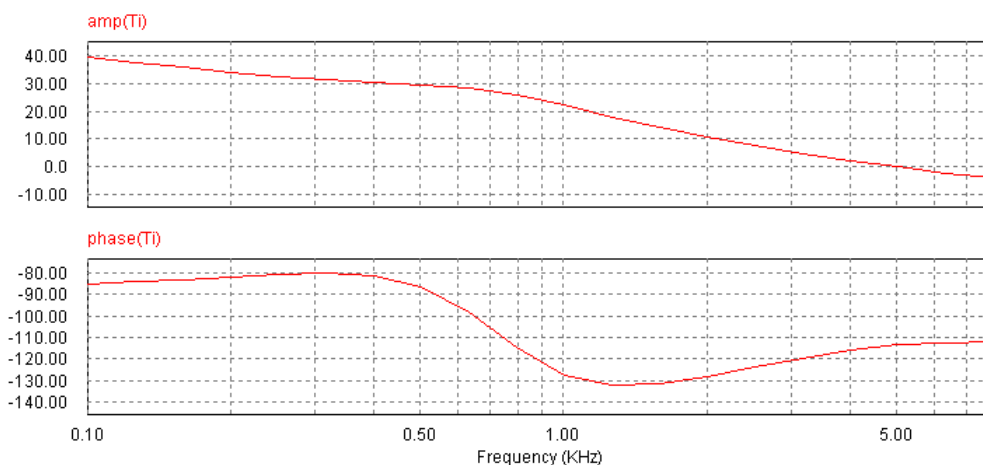

図 8. SimView buck i_loop acsweep.sch AC 解析シミュレーション結果
6. PSIM メイン画面で「Run Simulation」をクリックしてシミュレーションを開始します。シミュレーションが終了しまして、Simview を立ち上げますと、図 8 のような AC 解析結果を見ることができます。上は入力電源と出力部間のループ利得を、下は位相を表しています。利得が 0dB になる周波数 4.995kHz の位相が -113 度であることから、このフィードバック閉ループの位相余裕は 67 度であることが分かります。